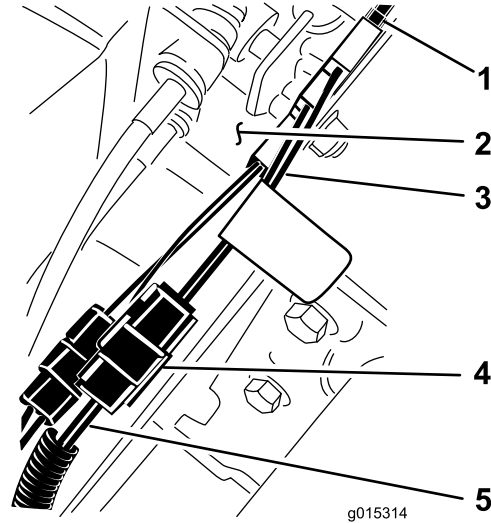

Figura 3
5. Conecte el arnés puente al interruptor y al conector con cables amarillo y azul del arnés del vehículo, cerca de la palanca de cambios (Figura 3).